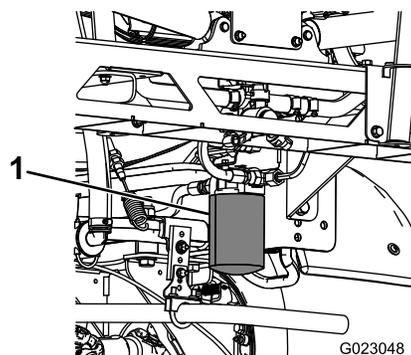

Figura 40
- Togliete il filtro (Figura 40).